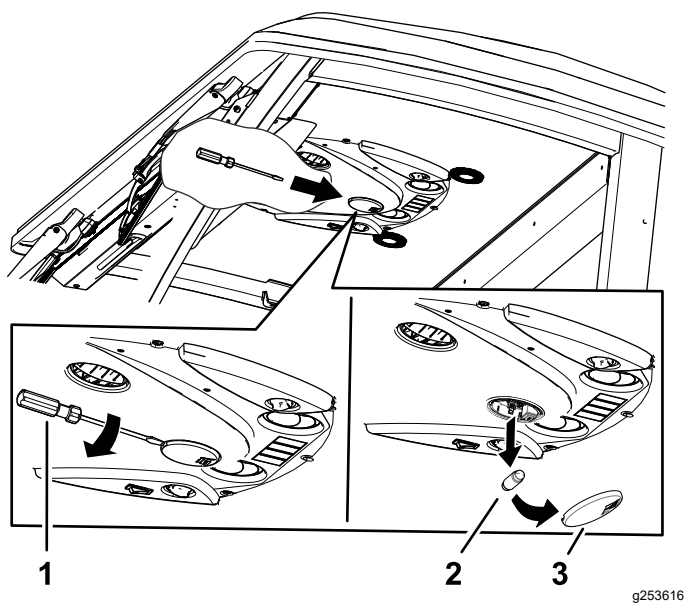

図 84
1. ねじ回しを使ってコントロールパネルからレンズを外す 図 84。
2. ベースから電球を外す 図 84。